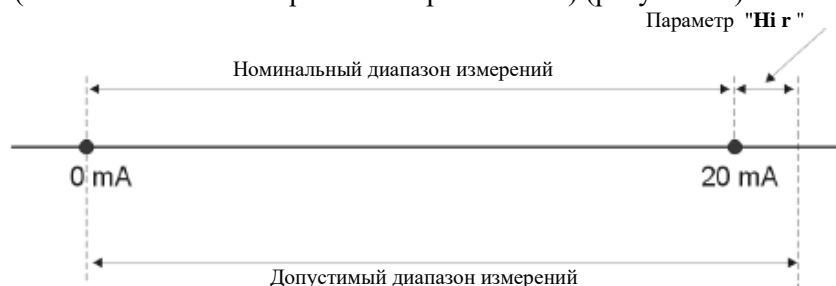

Рисунок 12 – Расположение измерительных диапазонов в режиме 0-20 мА
4.5.3 Если результат измерений выходит за пределы **допустимого диапазона измерений**, вместо результата появится сообщение **"-Hi-**" или **"-Lo-**" (в зависимости от направления превышения) (рисунок 12).